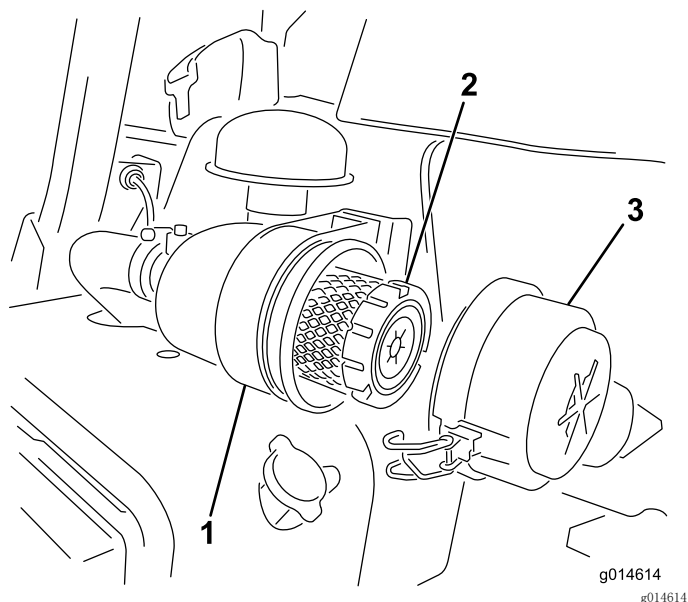

图38
1. 松开将空气滤清器盖固定到空气滤清器壳体上的搭扣（图38）。
7. 固定搭扣（图38）。